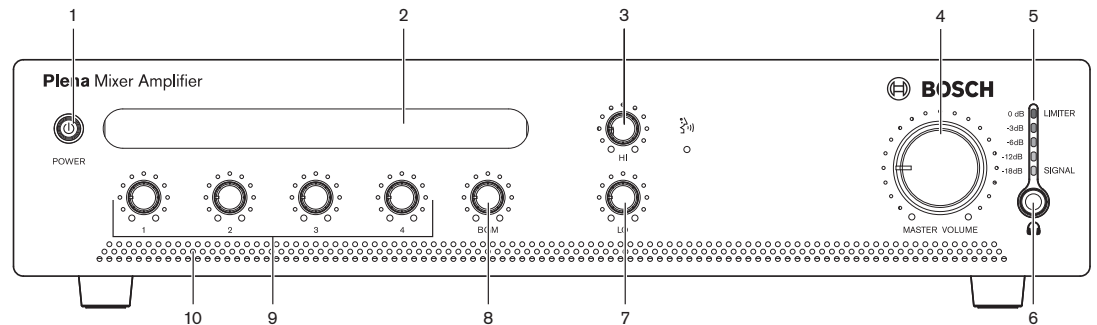

Figure 8.1 Panneau avant
1. Mettez le bouton Marche/Arrêt (1) situé à l'avant de l'appareil en position Marche – enfoncé (voir *Figure 8.1*).
1. Mettez le bouton Marche/Arrêt (1) situé à l'avant de l'appareil en position Arrêt – sorti (voir *Figure 8.1*).
Utilisez les commandes de tonalité Hi (haute) et Lo (Basse) (voir *Figure 8.1*, numéros 3 et 7) pour changer la tonalité.